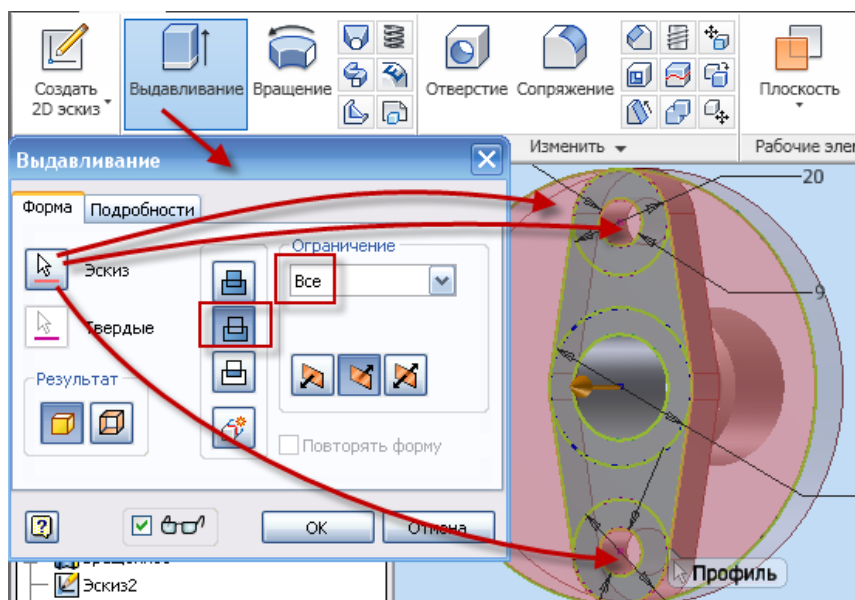

Рис. 3.47. Создание сквозного отверстия
- Выберите инструмент  **Выдавливание**, в диалоговом окне **Выдавливание** –  **Эскиз** – выберите две окружности – отверстие **9 мм**, и щелкните внутри них, а также область за контуром эскиза (см. *рис. 3.47*).
- Выберите в диалоговом окне **Выдавливание**  **Вычитание** в поле **Ограничения** – во вкладке **Расстояние** – **Все** (см. *рис. 3.47*).
- Используя инструмент  **Орбита** поверните модель (*рис. 3.47*).